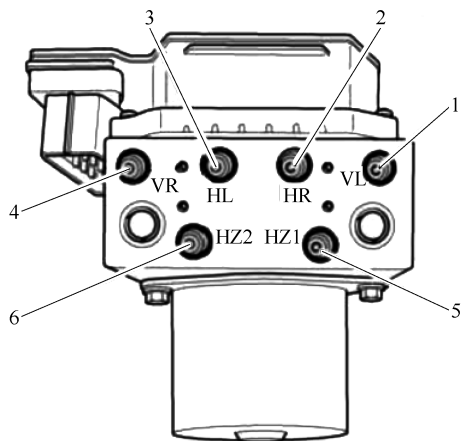

图 10-5 液压单元管口分布
2) 制动管路在液压单元上, 如图 10-5 所示。
(3) 拆卸控制单元和液压单元